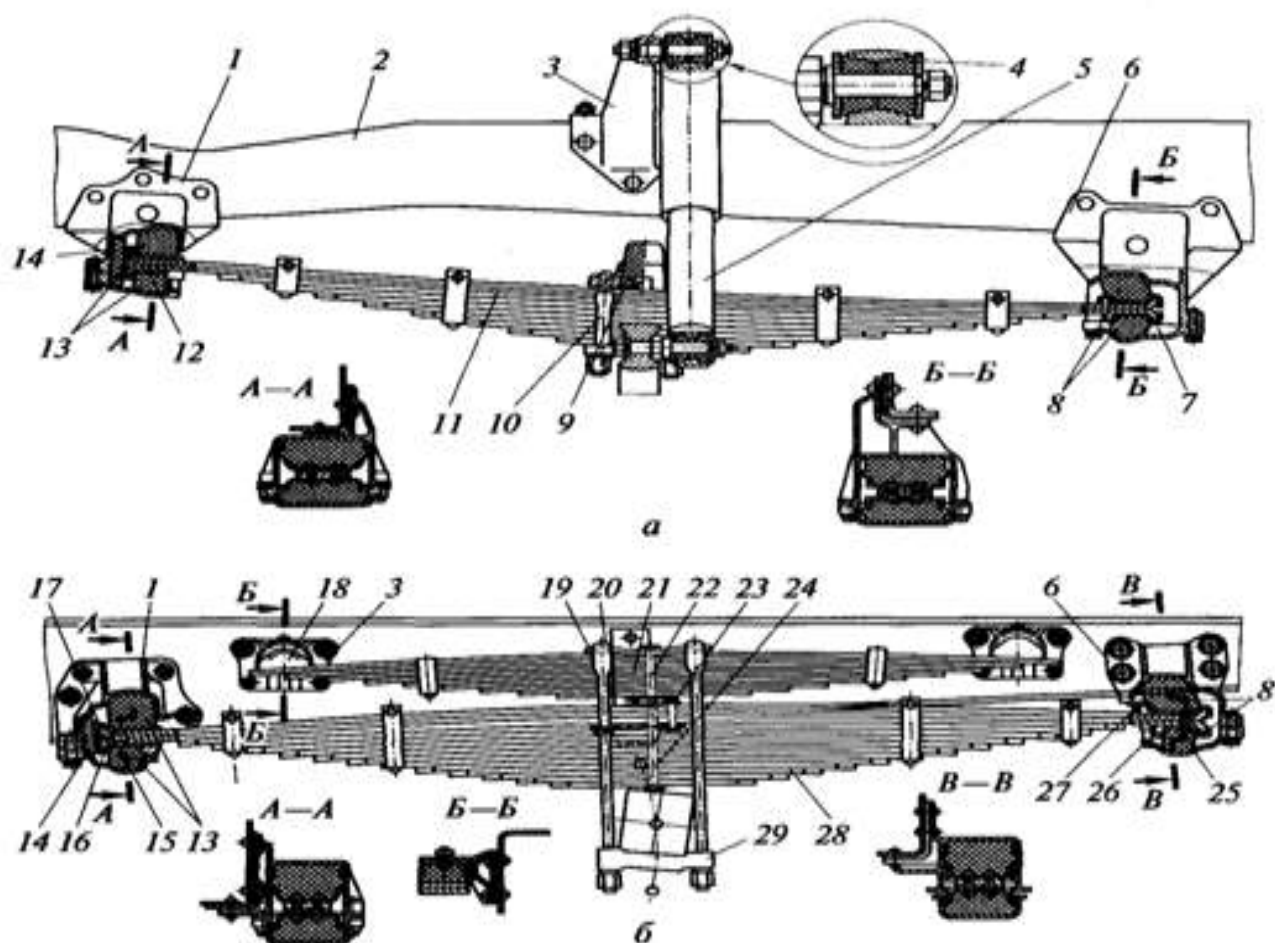

Рис. 8.1. Подвески автомобиля ГАЗ-53А:
1. На монтажных балках внимательно рассмотреть расположение и крепление рессор, амортизаторов и колес. Изучить устройство ходовой части на примере подвесок автомобилей ГАЗ-53А, ЗИЛ- 130, КамАЗ-5320 (см. рис. 8.1 — 8.3), запомнить названия деталей.